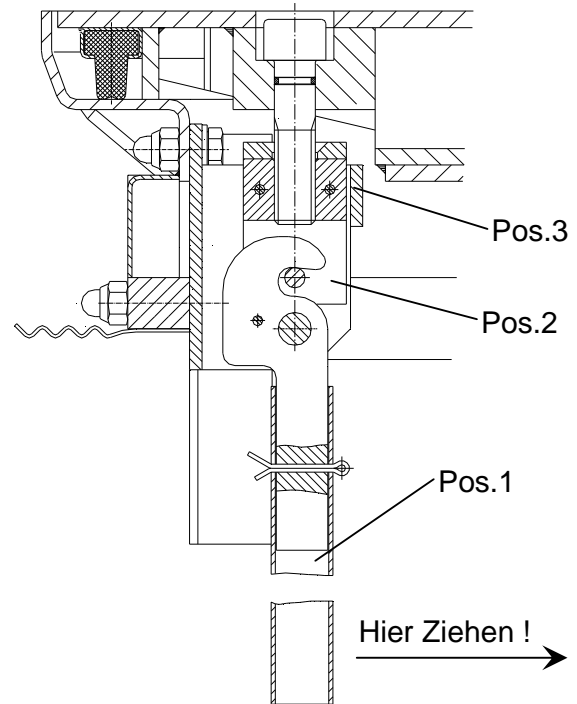

Bild5, Verschlusssystem Ausführung für Notausstieg
1. Hebel (Bild5, Pos.1) in Richtung Scharnierseite schwenken, bis Verschlusseinheit (Pos.2) entriegelt ist.